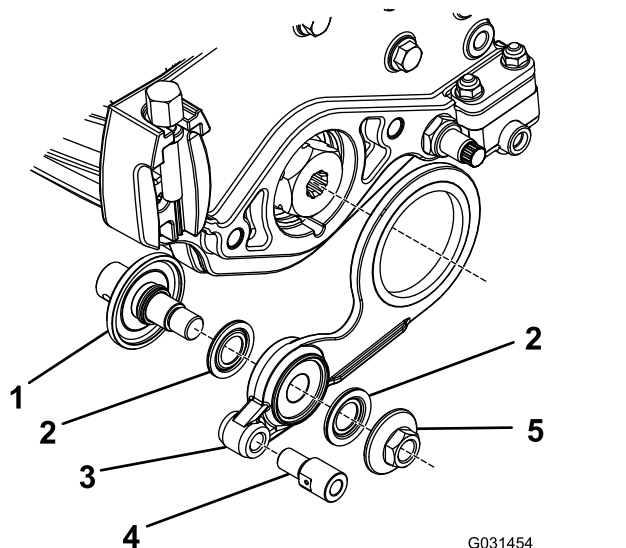

Рисунок 16
- Установите отдельные детали на натяжной ролик в сборе, как показано на Рисунок 16.
сборе устанавливается с противоположной стороны относительно показанной на Рисунок 16.